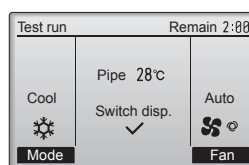

Fig. 7-3
- 1 Prima o botão [F1] para alterar o modo de funcionamento. (Fig. 7-3)